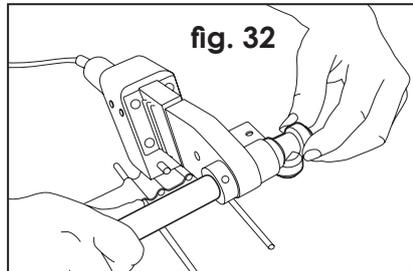

fig. 32
e) Rohr in die Heizbuchse, gleichzeitig Fitting auf den Heizdorn schieben, gerade aufschieben, nicht drehen! (fig. 32)